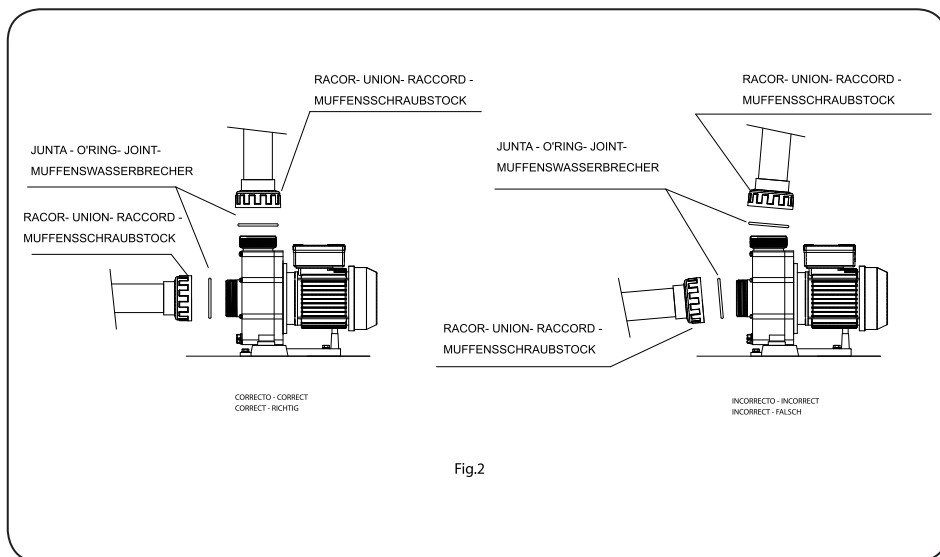

Fig.2
- La connexion de la tuyauterie doit être effectuée par collage au jeu de raccords fourni avec la pompe ; les unions de raccord aux bouches d'aspiration et d'impulsion de la pompe sont filetées et dotées de joints d'étanchéité permettant d'éviter la perte d'eau (Fig. 2).
- L'installation des tuyaux d'impulsion devra être effectuée dans une position entièrement perpendiculaire et parfaitement centrée par rapport à la bouche à connecter, de façon à éviter que la pompe et le tuyau ne soient soumis à des efforts externes qui, indépendamment de gêner les opérations de montage, pourraient arriver à en causer la rupture. (Fig. 2)
- La tuyauterie d'aspiration devra être installée en légère inclinaison (2 %) vers la pompe, ce qui permettra d'éviter la formation de sacs d'air. (Fig.2).